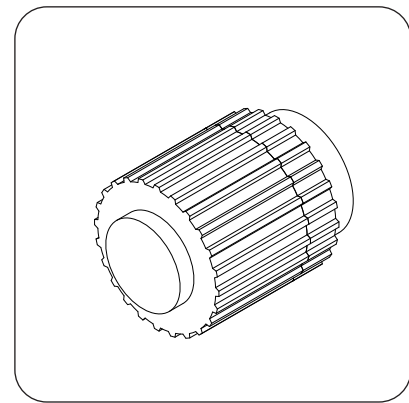
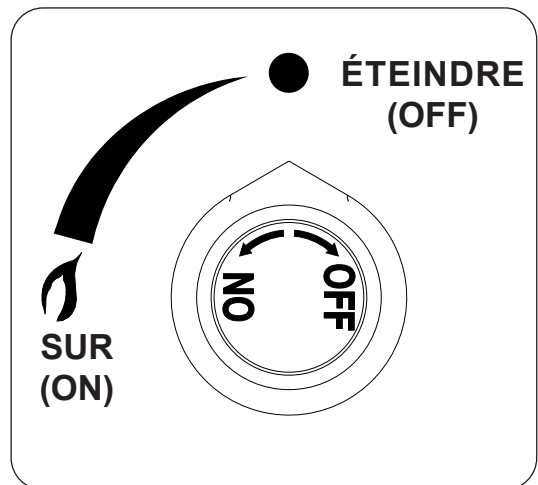

Fig. 48-1 Détail du bouton d'allumage
Fig. 48-2 Détail du bouton de commande
- 2. Localisez le panneau de commande sur le côté de l'appareil (consultez la LISTE DES PIÈCES D'IDENTIFICATION si nécessaire), et identifiez le bouton d'allumage (Fig. 48-1) et le bouton de commande du gaz (Fig. 48-2). Assurez-vous que le bouton de commande du gaz est en position OFF (éteindre) avant de commencer la séquence d'allumage.
Pour éteindre votre brûleur à gaz, tournez le bouton de commande du gaz dans le sens des aiguilles d'une montre jusqu'à la position **OFF (éteindre)** (voir Fig. 48-2). Assurez-vous que le bouton de commande est complètement éteint pour éviter toute fuite de gaz.